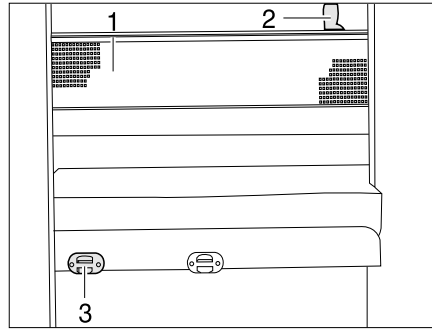

Fig. 176 Red de seguridad
- Enganchar la escalera de ascenso con los largueros en el soporte (Fig. 176,3) en el panel.
La red de seguridad (Fig. 176,1) viene de serie entre el colchón y el somier. Tender la red de seguridad cuando la persona ya se encuentre en la cama.
- Engatillar las cintas de sujeción (Fig. 176,2) en los soportes en el techo.